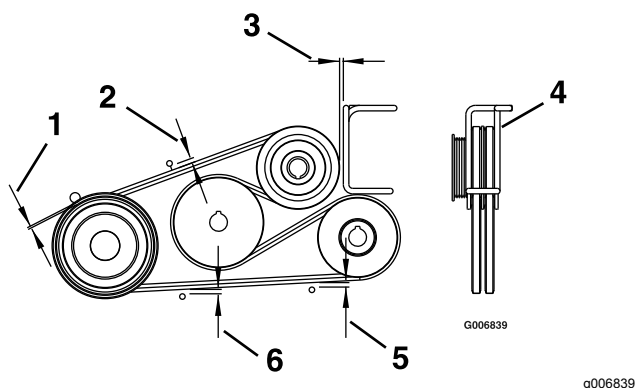

Figure 52
4. Réglez les guides de courroie comme montré à la Figure 52.